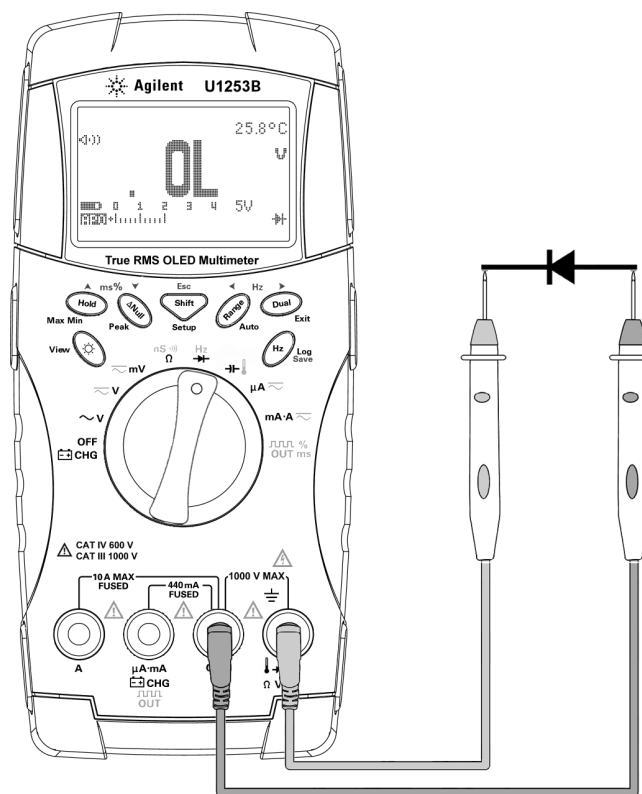

Figura 2-13 Medir a polarização reversa de um diodo
- 5 Inverta as pontas de prova e meça de novo a tensão que cruza o diodo (consulte a Figura 2-13 na página 49). Avalie o diodo seguindo estas orientações: